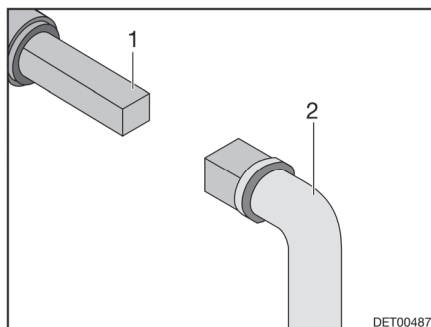

Bild 138 Handhavande avloppsventil
- Sätt nyckeln (Bild 138,2) mot fyrkanten (Bild 138,1).